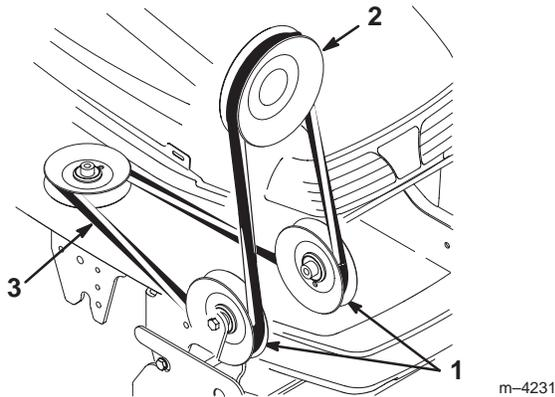

Bild 11
4. Legen Sie den Riemen in die Kerbe der ZWA-Riemenscheibe (Bild 11). Stellen Sie sicher, dass der Riemen auch unter den Riemenscheiben im Riemen-Umlenkbock verläuft.